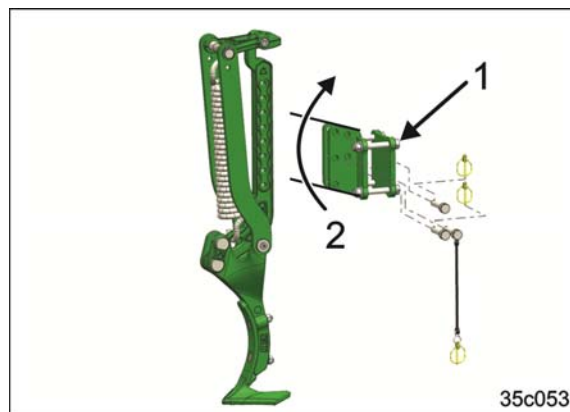

Fig. 127
5. Fjern traktor-sporløsnerholderens fastgørelsesskruer (Fig. 127/1).
6. Drej traktor-sporløsnerholderen opad (Fig. 127/2).
7. Montér traktor-sporløsnerholderens fastgørelsesskruer, og stram dem (Fig. 127/1).